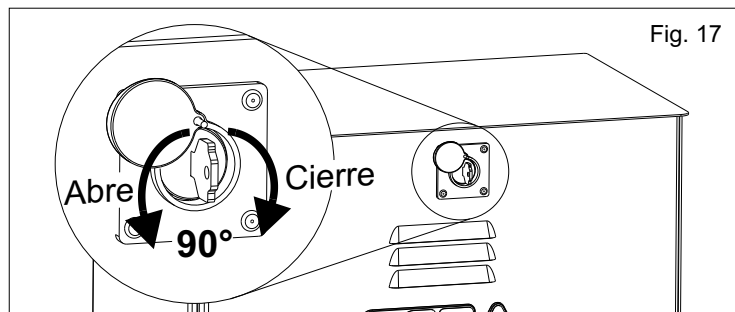

Fig. 17
- Abrir el cobre-cerradura, insertar la llave y girarla de 90° en sentido anti-horario, Fig. 17.
- Reposicionar el cárter y cerrarlo girando la llave de 90° en sentido horario (Fig. 17).